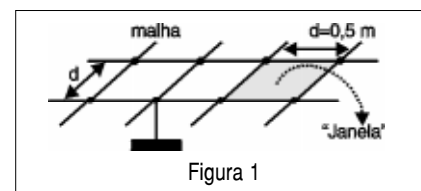

Figura 1
Na figura 1 temos um exemplo da ligação de um PC à rede elétrica, que possui duas fases (+110 VCA, - 110 VCA), e um neutro.
Ainda analisando a **figura 1** , vemos que o PC está ligado em 110 VCA, pois utiliza uma fase e o neutro.
a mais comum está mostrada na **figura 1** .
Os sistemas de comunicações seriais como RS 232 são especialmente sensíveis à EMI. A RS 232 utiliza o terra dos sistemas comunicantes como referência para os sinais de transmissão (TX) e recepção (RX). Caso haja diferenças de potenciais entre esses terras, a comunicação poderá ser quebrada. Isso ocorre quando o terra utilizado como referência não está dentro do valor ideal (menor ou igual a  $10 \Omega$ ), portanto o fio terra serve como uma “antena” receptora de EMI. Notem, pela **figura 1**, o diagrama simplificado do fenômeno.